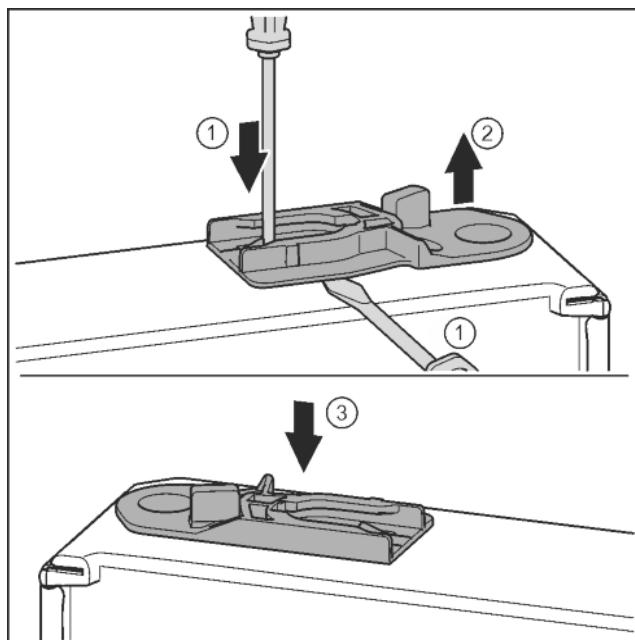

Fig. 30
- Извлечь направляющее гнездо: нажать накладку шлицевой отверткой и одновременно переместить ее шлицевой отверткой под направляющее гнездо. *Fig. 30 (1, 2)*
- Прилагаемое при поставке направляющее гнездо вставить на другой стороне корпуса. *Fig. 30 (3)*